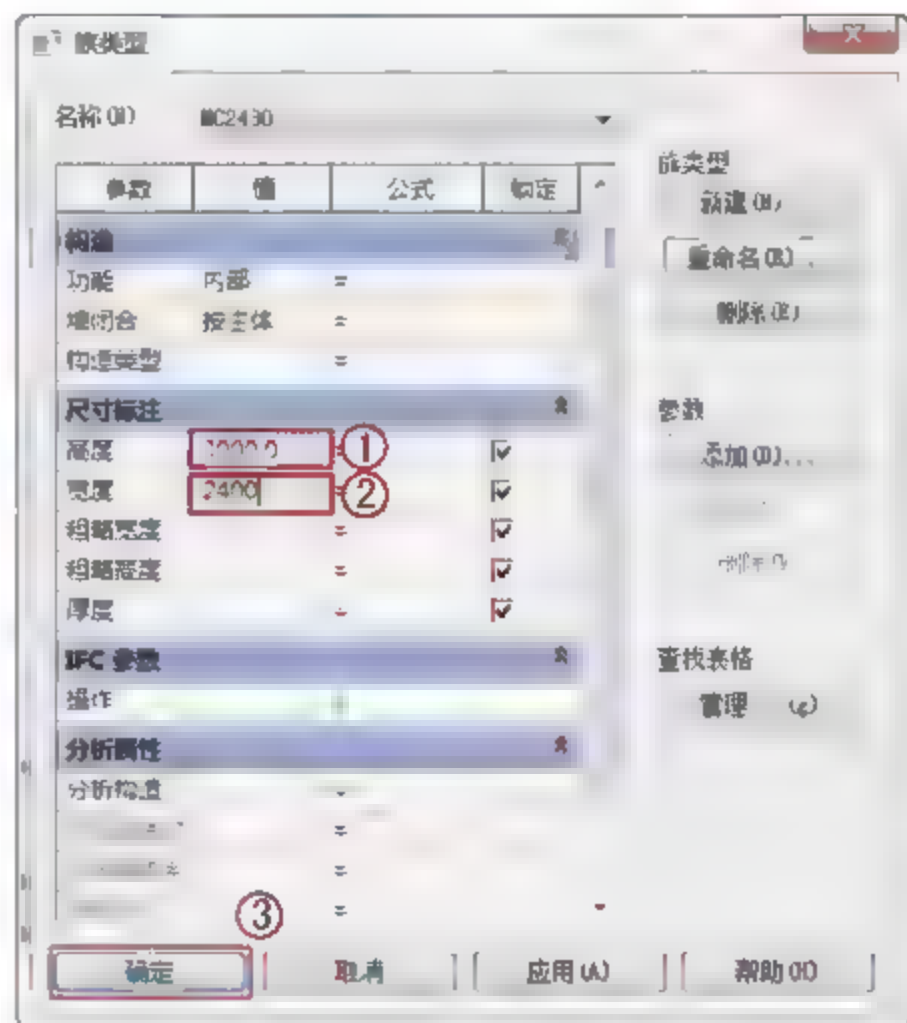

图 6.3.5 修改尺寸标注
(4) 修改门的尺寸标注。在不关闭已经打开的“MC2430”族的族类型的情况下，选择屏幕操作区“尺寸标注”栏，在“高度”中输入“3000”字样，在“宽度”中输入“2400”字样，单击“确定”按钮，如图 6.3.5 所示。